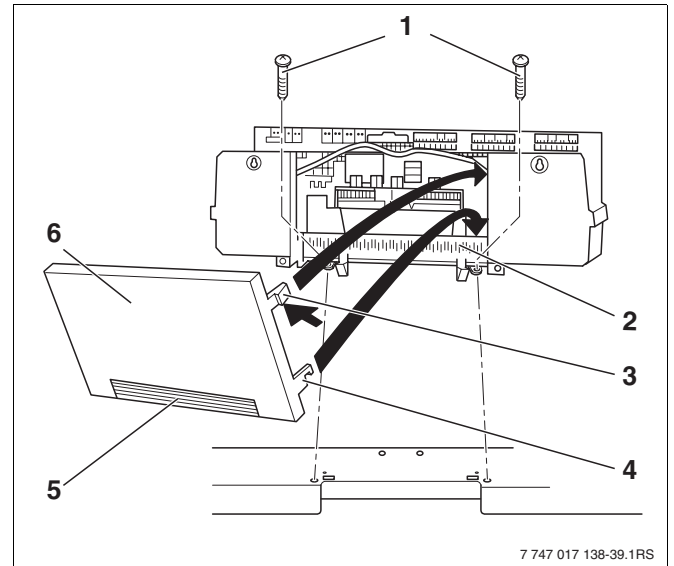

Bild 26 Regelsystem Logamatic 4000 festschrauben
- Nur bei Regelsystem Logamatic 4000: Rückwandteil abnehmen (Bild 26, Seite 29, **Pos. 6**)
Sie können bei Bedarf das Ausbrechteil (Bild 26, **Pos. 5**) am Rückwandteil (Bild 26, **Pos. 6**) ausbrechen bzw. ausschneiden.
- Die beiden unteren Haken (Bild 26, **Pos. 4**) rechts und links an dem Rückwandteil (Bild 26, **Pos. 6**) mit dem Schlitz in die obere Kante des Schellenrahmens (Bild 26, **Pos. 2**) einsetzen.
- Die beiden oberen elastischen Schiebehaken (Bild 26, **Pos. 3**) leicht nach innen drücken (Pfeil) und das Rückwandteil (Bild 26, **Pos. 6**) so einlegen, dass die beiden Haken einrasten.